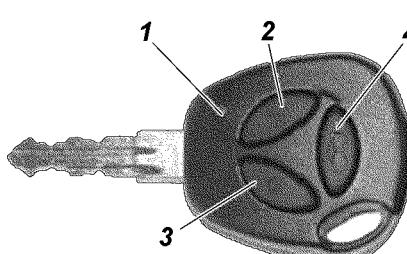

Рис. 3.9. Ключ с пультом дистанционного управления:
-после третьего звукового сигнала зуммера или после третьей вспышки сигнализатора включите зажигание, повернув ключ в положение I (см. рис. 3.9) выключателя зажигания;
- при установленной на охрану системе включите, используя мастер-ключ, зажигание, повернув ключ в положение I (см. рис. 3.9) выключателя зажигания;
- после пятого звукового сигнала зуммера или после пятой вспышки сигнализатора включите зажигание, повернув ключ в положение I (см. рис. 3.9) выключателя зажигания;
-после первого звукового сигнала зуммера или после первой вспышки сигнализатора включите зажигание, повернув ключ в положение I (см. рис. 3.9) выключателя зажигания. Число последующих звуковых сигналов зуммера будет соответствовать числу зарегистрированных ключей.
Система электроблокировки замков с дистанционным управлением автомобилей с бензиновыми двигателями экологического класса 3 состоит из блока управления электропакетом, двух ключей с пультом (ПДУ) дистанционного управления (рис. 3.9) и одного ключа без ПДУ.
Для блокировки замков дверей и включения режима охраны необходимо нажать кнопку 3 (см. рис. 3.9) на ПДУ. При этом замки всех дверей и замок двери задка заблокируются, система переходит в режим охраны, что подтверждается одиночным миганием указателей поворотов и медленным миганием сигнализатора 11 (см. рис. 3.4) системы в комбинации приборов.